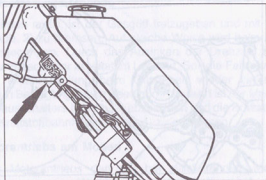

Abb. 8 Luftfilter
Die Luftfiltereinlage (Abb. 8) ist zeitweise im Benzin zu waschen und mit Luftstrom durchzublasen.
**Die Luftfiltereinlage (Abb. 8) ist zeitweise im Benzin zu waschen und mit Luftstrom durchzublasen.**